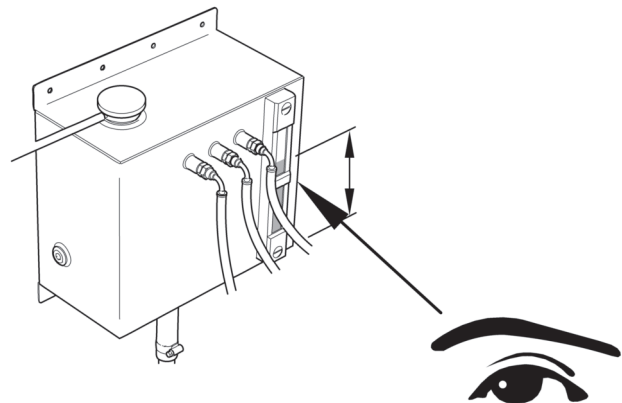

Figure 35
- 8 Contrôlez le niveau de liquide de refroidissement dans le viseur de niveau (figure 35).